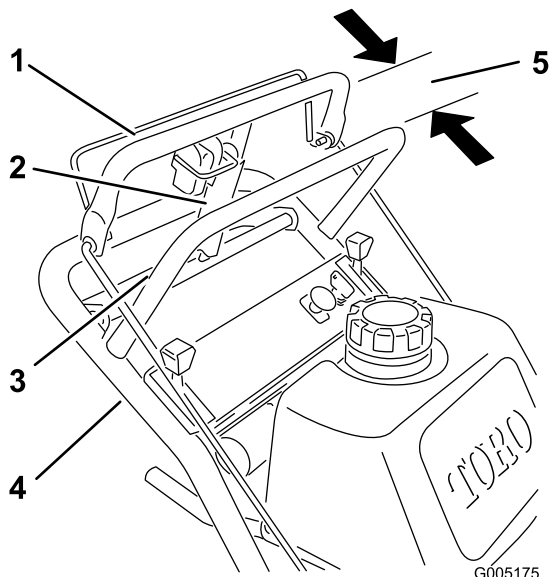

Figure 10
- Vérifiez l'espace entre la barre de commande supérieure et la barre fixe quand la transmission aux roues est complètement embrayée. L'espace doit être de 25 à 32 mm (1 à 1-1/4") environ (Figure 10).